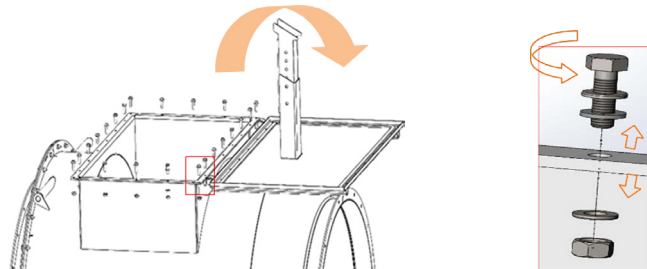

Figure 12. Ouverture de la trappe d'inspection
Étape 1 : ouvrez la trappe d'inspection comme illustré à la Figure 12.